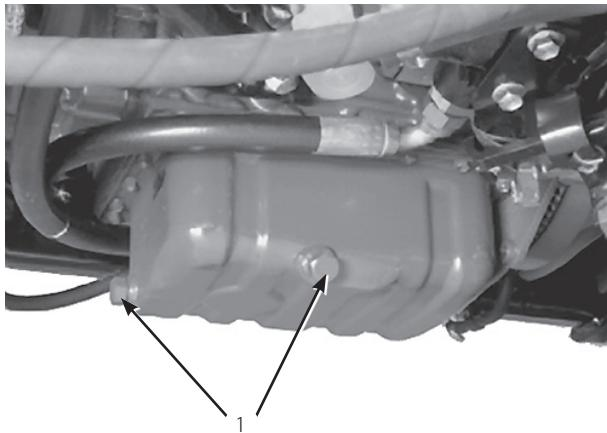

図 44
1. ドレン・プラグ(図44)を外し、排出されるオイルを廃油受け容器に回収する。オイルが抜けたらドレン・プラグを取り付ける。